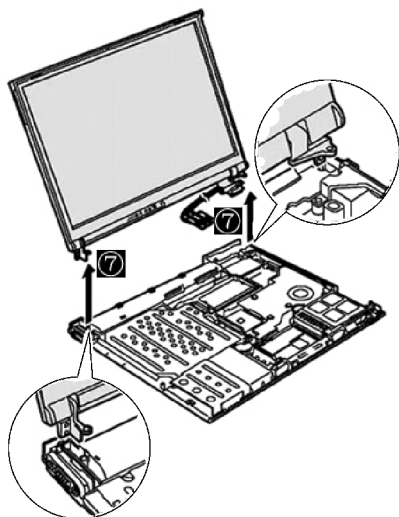

图 2-82 拆下整个液晶屏
2) 接着拧下用来固定液晶显示器的螺钉 (位于液晶显示器左下方)，然后将液晶显示器的数据线和无线网卡的的天线从固定线槽内分离出来，最后从背后向箭头“⑦”方向拖起整个液晶屏，即可将整个液晶屏壳拆卸下来，如图 2-82 所示。